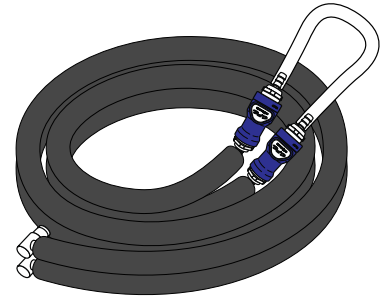

Figura 9. Manguera de terapia con la Manguera de instalación instalada
2. Conecte la Manguera de instalación a la Manguera de terapia para crear un bucle de retorno para el flujo del refrigerante (Figura 9).